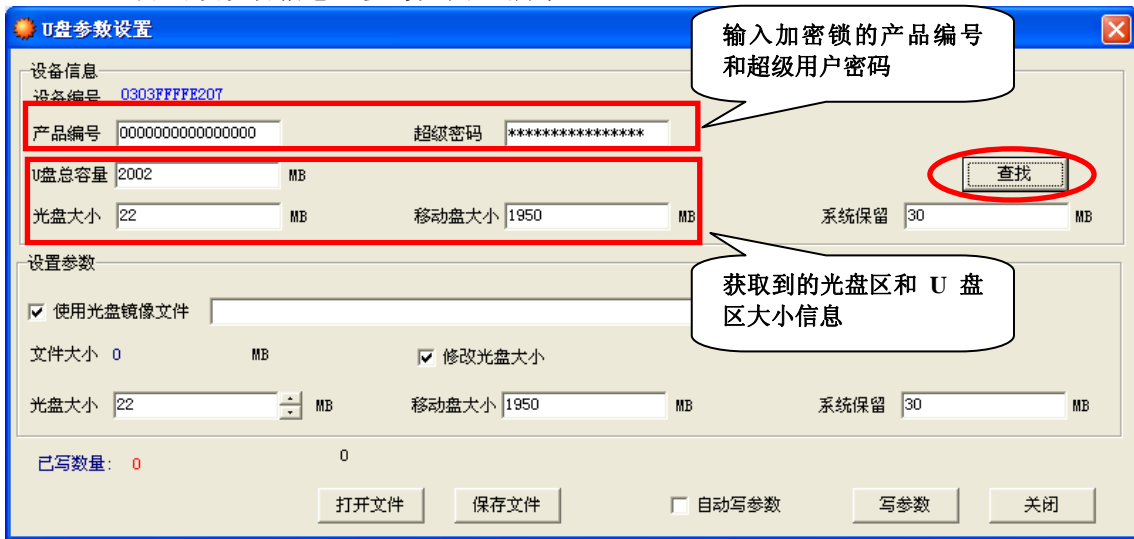

图 2.4 获取 U 盘加密锁设备信息
- 首先在“产品编号”栏输入加密锁的产品编号，在“超级密码”栏输入加密锁的超级用户密码；然后单击“查找”按钮，如果产品编号和超级用户密码都正确，即取得U盘加密锁设备信息，参考如图2.4所示。